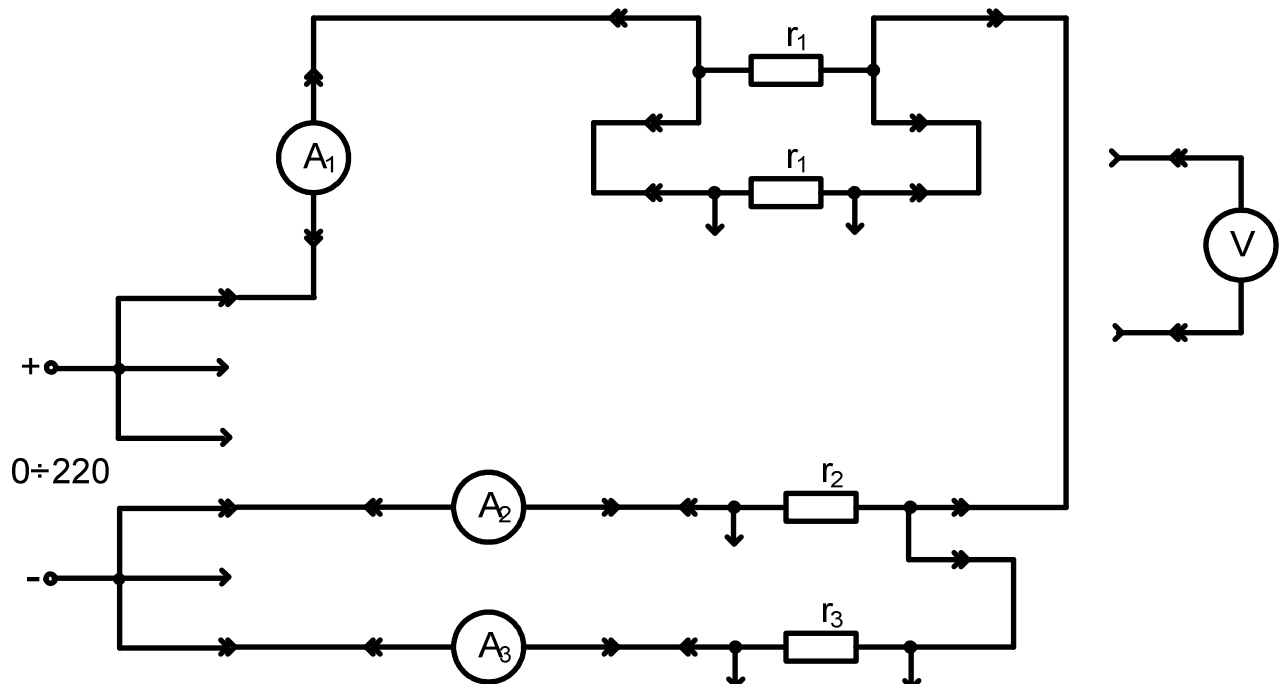

Рис. 2.2
2.4.2. Собрать электрическую схему по рис. 2.2. Установить заданные параметры резисторов. Предъявить схему для проверки преподавателю.